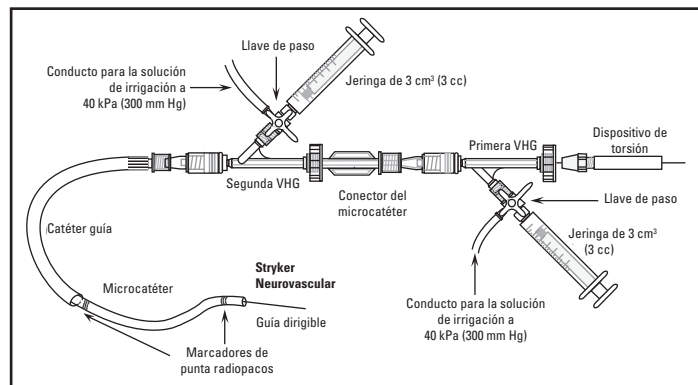

Figura 1. Ejemplo de una configuración de irrigación continua
La configuración adecuada de la irrigación continua se puede observar en la ilustración de la figura 1. Las válvulas hemostáticas giratorias (VHG) proporcionan un sellado totalmente hermético y están acopladas al catéter guía y al microcatéter. Acople las llaves de paso a los brazos laterales de la VHG, que se convierten en orificios de infusión para irrigación o para inyección de medio de contraste.
- Deslice el dispositivo de torsión sobre el extremo proximal de la guía siguiendo la figura 1 y asegúrelo.